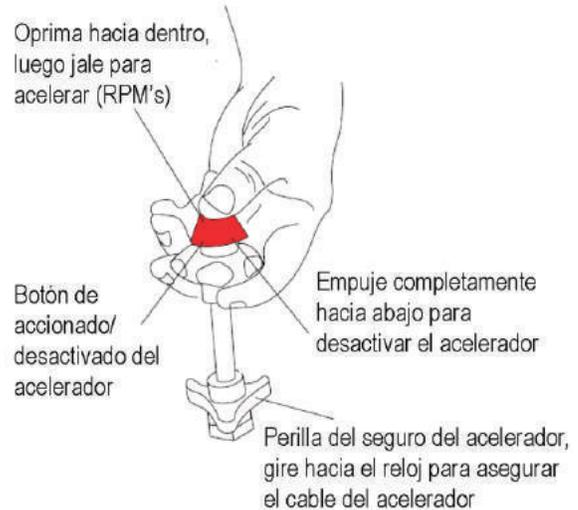

Figura 19. Control del Acelerador
6. **OPRIMA** el botón **ROJO** (Figura 19) en el control del acelerador y jale la perilla negra redonda aproximadamente a la